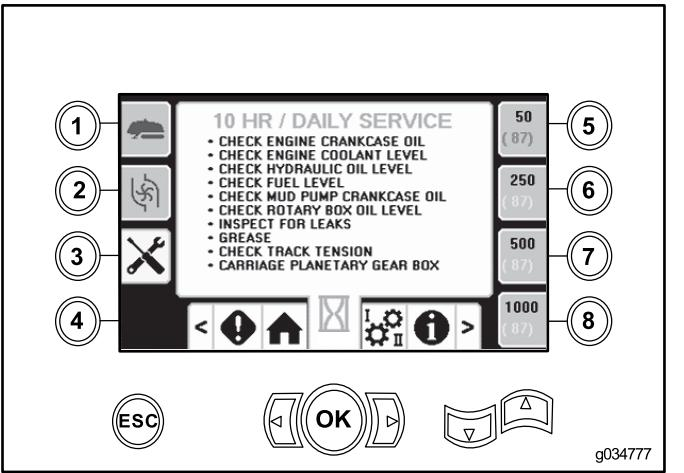

Bild 43
- Taste 3: 10 Stunden/Täglich (Bild 43)